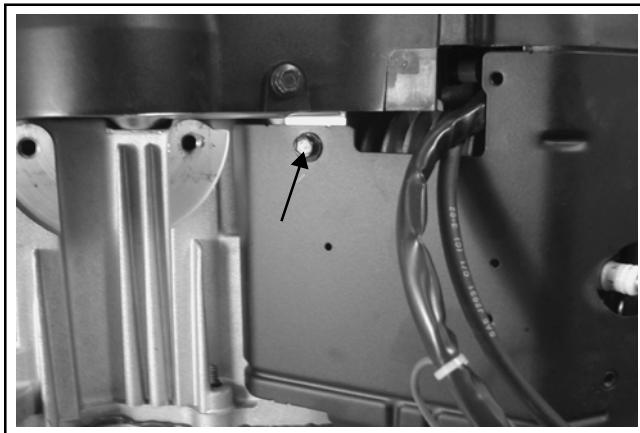

Figura 9-22. Notare la posizione delle viti corte.
3. Rimuovere le tre viti esagonali (su ogni lato) che fissano i deflettori esterni. Notare la posizione delle eventuali cinghie di sollevamento e delle due viti corte (una su ogni lato, in basso) per il riassemblaggio. Vedere Figura 9-22.